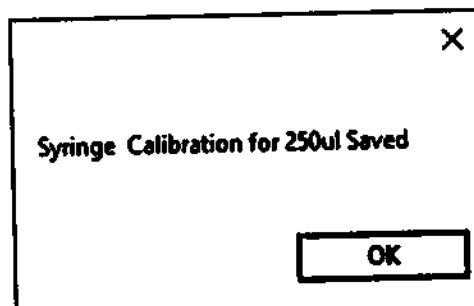

Рисунок 66
9.5.7.13 Введите измеренный объем (мкл) и нажмите кнопку «ОК». Коэффициент калибровки насоса будет рассчитан автоматически, и ниже появится сообщение, если результат находится в допустимом диапазоне [Рисунок 66].